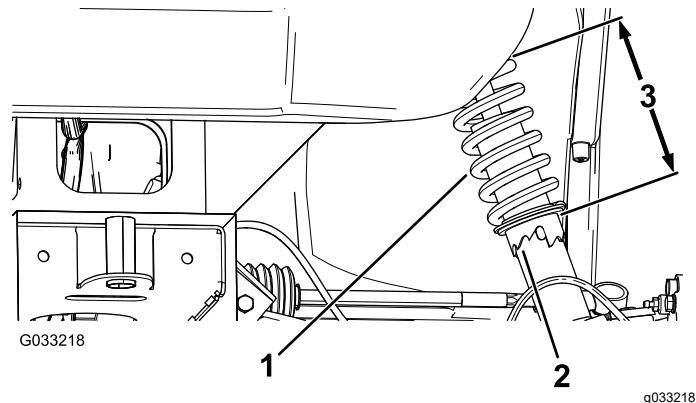

Figura 39
2. Si la caída de la rueda no está alineada, utilice la llave de gancho para girar el collarín del amortiguador y alinear la rueda (Figura 39).